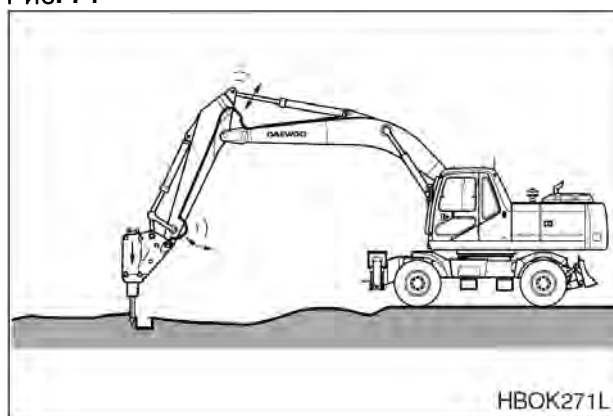

Рис. 75
5. НЕ использовать дробилку, если гидравлические шланги излишне вибрируют. (Рис. 75.) Убедиться, что аккумулятор дробилки не поврежден, и отремонтировать его при необходимости. Работа экскаватора в таких условиях может привести к повреждениям механических и гидравлических компонентов.